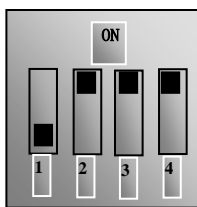

图 5-11
- (6) 对于 FC2100 系列 37kW 及以上功率变频器控制端子排附近有一个四位红色拨码开关 SW1，如图 5-11 所示。拨码开关选择模拟量输入端子 AI1、AI2 输入范围 (0~5V/0~10V/0~20mA)；通过 F203 选择输入通道，通过 F438、F439 设置输入信号类型为电压信号还是电流信号。出厂时拨码开关的位置如图 5-11，即 AI1 为 0~10V 输入，AI2 为 0~20mA 输入；其它拨码开关的位置与调速方式详见下表 5-3。